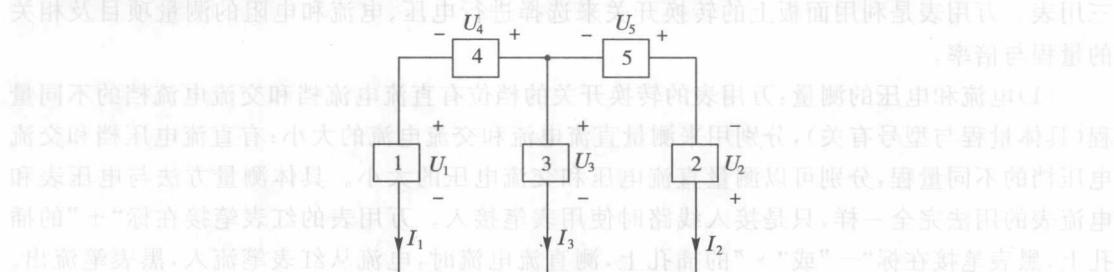

图1-16 习题4图
4.在图1-16所示电路中,五个元件代表电源或负载。测得 $I_1=-4A$ , $I_2=6A$ , $I_3=10A$ , $U_1=140V$ , $U_2=-90V$ , $U_3=60V$ , $U_4=-80V$ , $U_5=30V$ 。